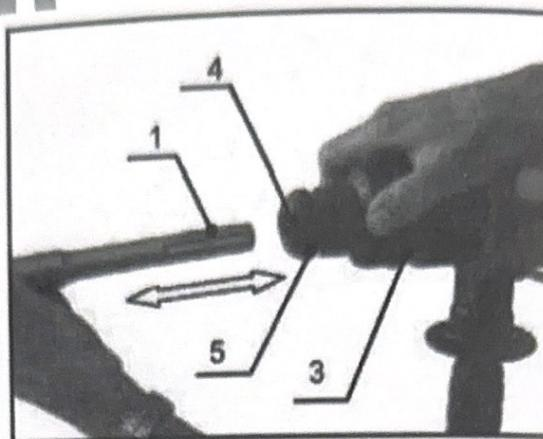

Рис. 3
2. Оттяните назад запорную втулку (поз.3. рис.3)
3. С одновременным вращением введите инструмент в инструментальное гнездо (поз.4. рис.3) до упора.
6. Проверяйте, не повреждён ли пылезащитный колпак (поз.5, рис.3).
Для извлечения инструмента отведите запорную втулку (поз.3, рис.3) назад и вытащите инструмент.